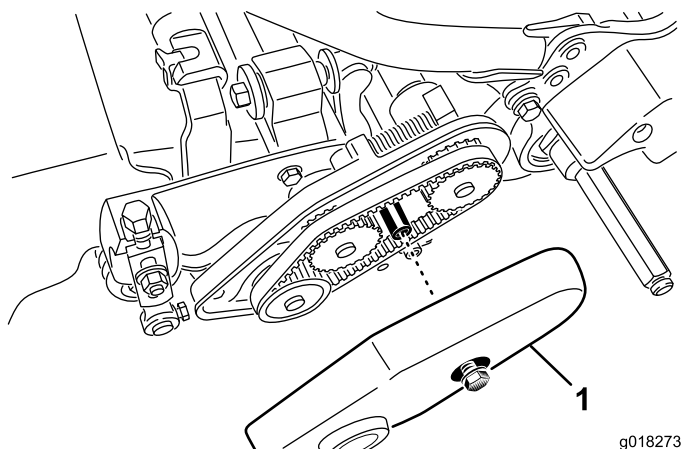

Figura 42
1. Afloje el perno que sujeta la cubierta de la correa y retire la cubierta de la correa para tener acceso a la correa (Figura 42).